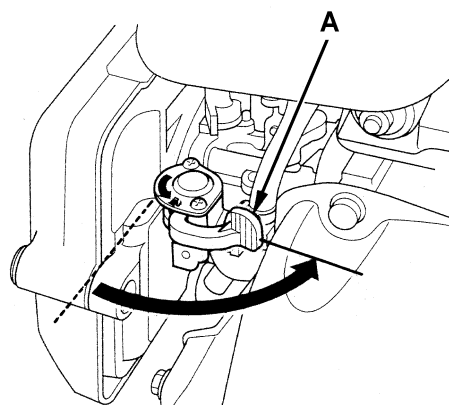

Abbildung 2
1. Die Lenkstange (3) durch die Knöpfe (5) einstellen.
2. Sicherstellen, dass der Seitenbesen (10) gehoben ist.
3. Den Kraftstoffhahn (A, Abb. 2) öffnen, ohne die Haube (7) zu heben, sondern beim Einführen der Hand durch den Zugriffsbereich (29).